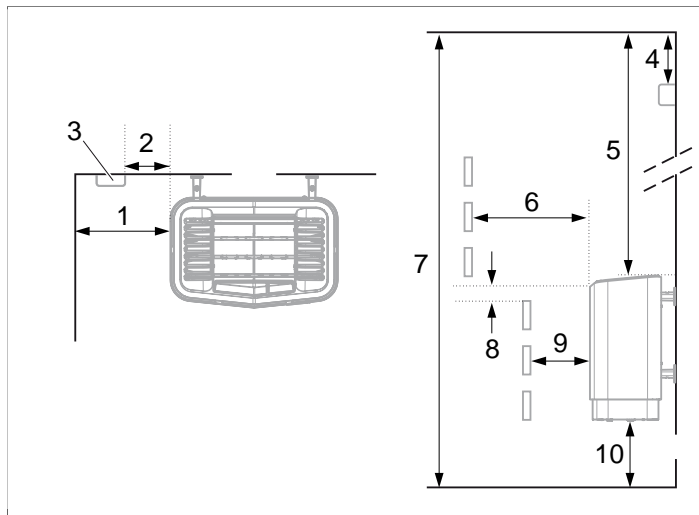
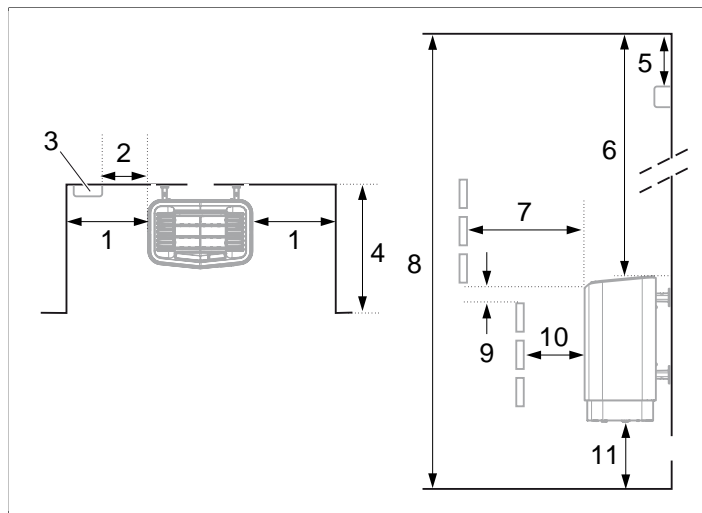

Рисунок 3: Размещение каменки – нормальная установка
Рисунок 5: Размещение каменки – установка в нише
- Спланировать размещение датчика (см. **Рисунок 3**, страница 2 а также **Рисунок 5**, страница 3).
- У той же стены что и двери (только в исключительном случае у боковой стены, но тогда как можно ближе к дверям). Каменка так же может быть размещена в нише (см. **Рисунок 5**, страница 3).
- на безопасном расстоянии от пола, боковых стен и интерьера (см. **Рисунок 3**, страница 2).
Установите датчик как на рисунке (см. **Рисунок 3**, страница 2).
1. Установите устройство на безопасном расстоянии от пола, боковых стен и элементов интерьера (см. **Рисунок 5**, страница 3).
2. Установите датчик как показано на рисунке (см. **Рисунок 5**, страница 3).